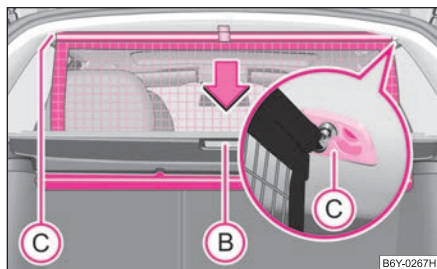

Fig. 62 Enrouler le filet de séparation
- Tirez la tige transversale un peu vers l'arrière d'abord sur un côté puis sur l'autre et enlever la tige transversale des supports **(C)** ⇒ fig. 62.